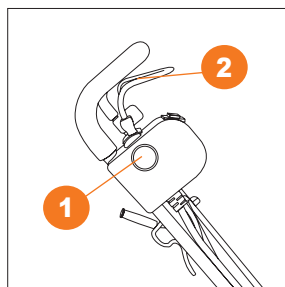

Рис. 15
3. Зажмите кнопку блокировки включения **1** (Рис. 15).
4. Прижмите скобу включения двигателя **2** к рукоятке (Рис. 15). Двигатель заработает и шнеки начнут вращение.